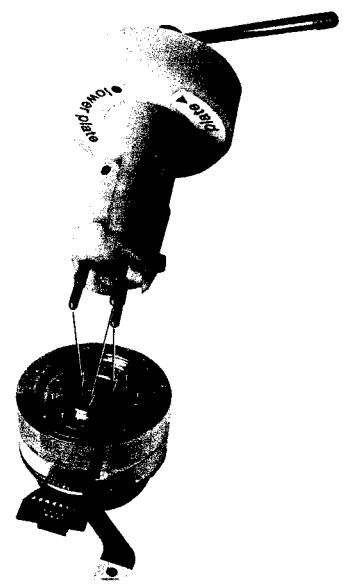

Fig. 6
- Place the tool on the cylinder; make sure that all three pins are in mesh with the plate inside the cylinder (fig. 6).
- Das Werkzeug an der Kopftrommel anbringen, wobei darauf zu achten ist, daß alle 3 Beine mit dem Sicherungsring im inneren der Kopftrommel im Eingriff sind (Abb. 6).
- Positionner l'outil sur le tambour, vérifier que les 3 doigts sont en prise avec la bague d'arrêt, à l'intérieur du tambour (fig. 6).
- Sortir le moteur d'enroulement de son berceau (fig. 6).